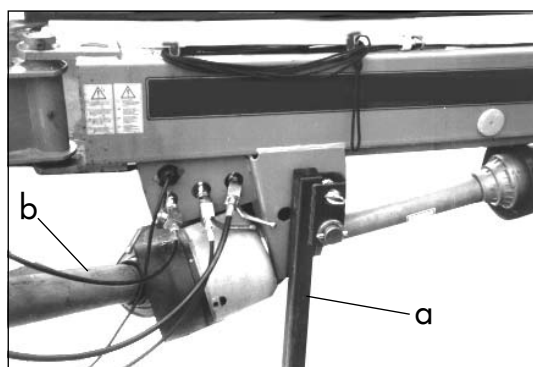

Bild 3-19
- Stützfuß (a) nach unten schwenken, bis die Verriegelung einrastet (Bild 3-19)
- Gelenkwelle (b) traktorseitig abziehen und in den Ablagebügel legen (Bild 3-19)